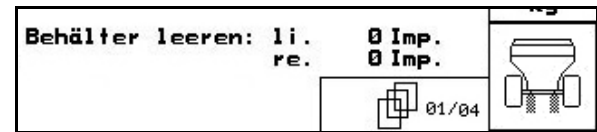

Fig. 19
- ZG-B Preci / Ultra Hydro:** (Fig. 19)